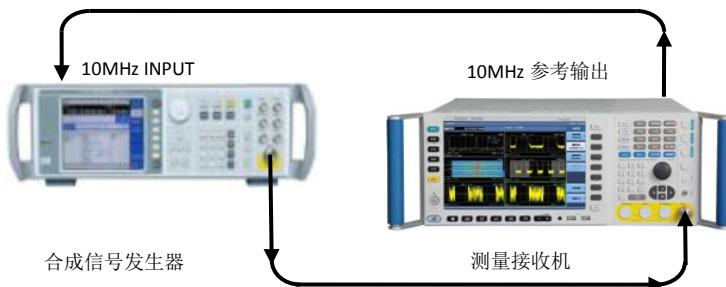

图 8.4 剩余调频测试示意图
- 11) 按照图 8.4 连接测试仪器, 设置信号发生器的输出频率为 560MHz 的单载波信号, 输出功率为 0dBm, 无任何调制。
- 8) 按照图 8.4 连接测试仪器，设置信号发生器的输出频率为 560MHz 的单载波信号，输出功率为 0dBm，无任何调制。
- 8) 按照图 8.4 连接测试仪器，设置信号发生器的输出频率为 560MHz 的单载波信号，0dBm，无任何调制。